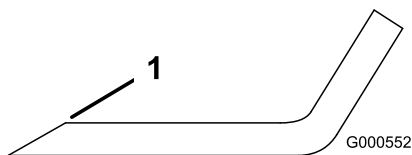

Figura 57
- Utilice una lima para afilar el filo de corte en ambos extremos de la cuchilla (Figura 57).
**Nota:** Si la cuchilla no está equilibrada, rebaje algo del metal en la parte de la vela solamente con una lima (Figura 57).